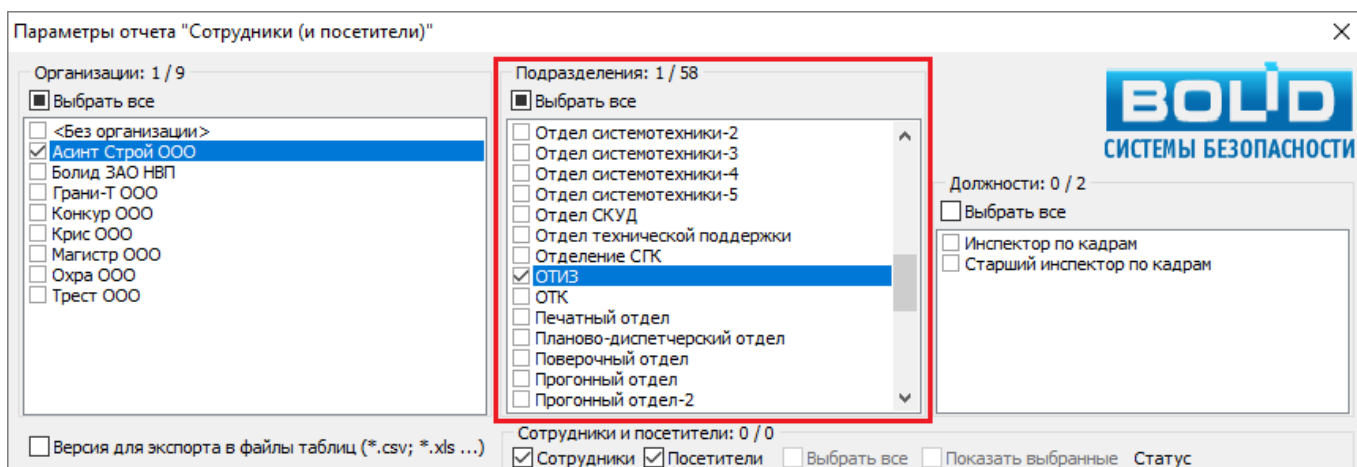

Рисунок 10-216 Выбор фильтра в поле "Подразделения"
- б) задайте фильтр по подразделениям в поле «Подразделения» (см. Рисунок 10-216). Для выбора подразделений, данные по которым должны быть отфильтрованы,